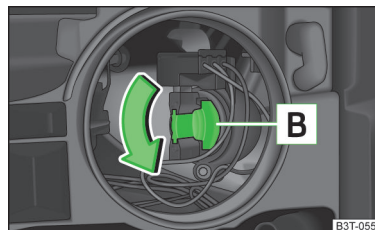

Fig. 204
- Tournez le socle **B** » fig. 204 dans le sens de la flèche, jusqu'en butée.